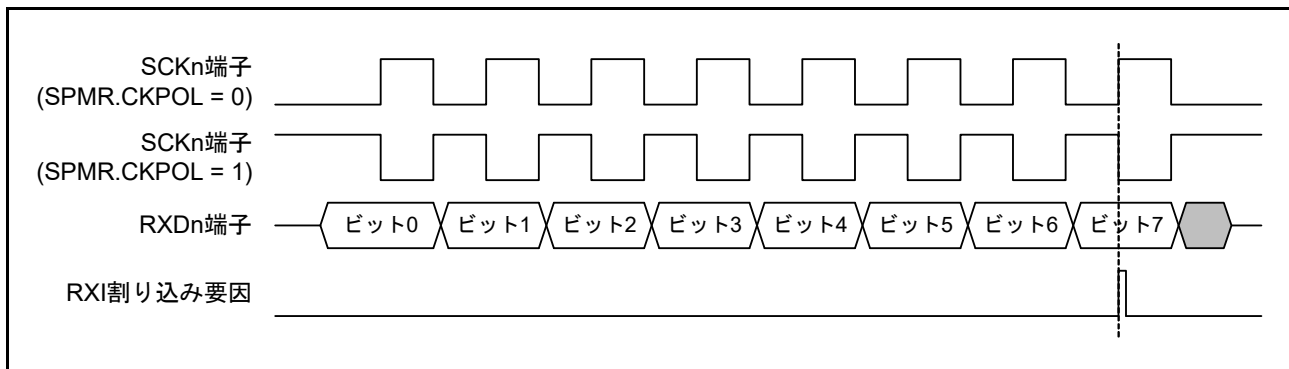

図 32.85 簡易SPIモード（クロック遅れあり）RXI割り込み発生タイミング
- クロック遅れあり設定（SPMR.CKPHビット=1）の場合、**図 32.85**に示すようにSCKn端子の最終クロックエッジ手前のクロックエッジで受信データフル割り込み（RXI）が発生します。このとき、SCRレジスタのTE、REビットをSCKn端子の最終クロックエッジより前に“0”に設定するとSCKn端子出力がハイインピーダンスとなり、最終送受信クロックのクロックパルス幅が短くなります。また、RXI割り込み後、SCKn端子の最終クロックエッジより前に接続先スレーブに対するSSn#端子入力信号をHighにするとスレーブが誤動作する可能性があります。